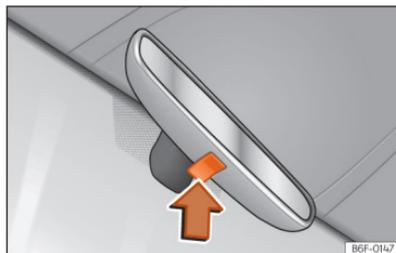

Fig. 77 Retrovisor com antiencandeamento manual.
- Para evitar o encandeamento, pressione a patilha do espelho retrovisor para cima >>> **Fig. 77** (seta).